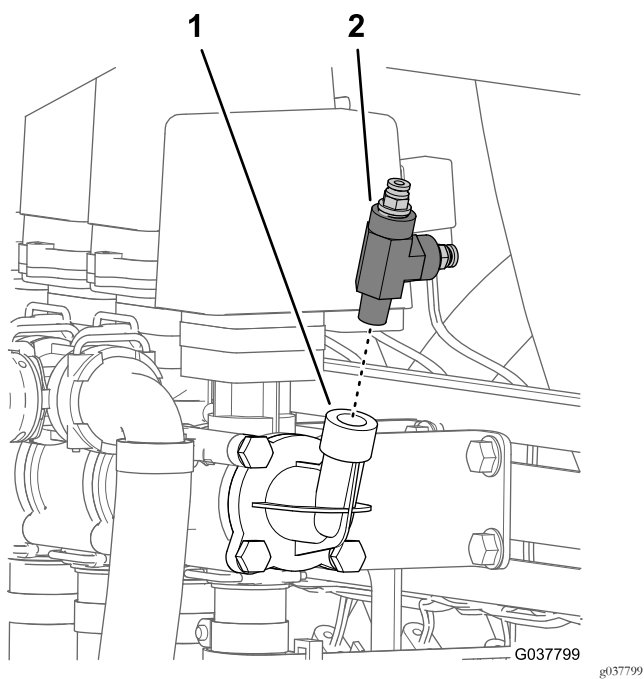

Figura 13
4. Retire a união em T da união da porta de pressão (Figura 13).